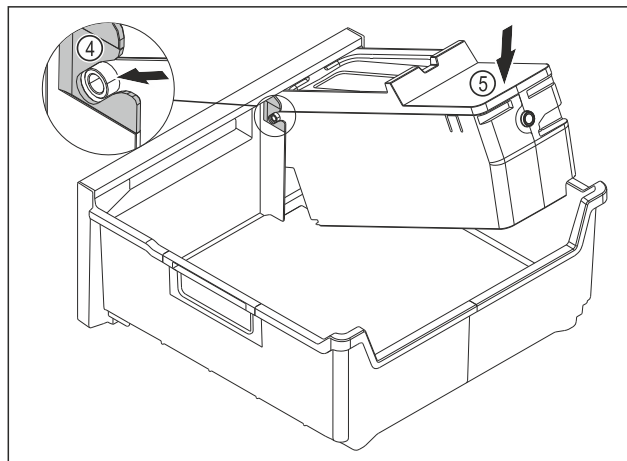

Fig. 201
- EasyTwist-Ice-Korpus montieren: Achsen des EasyTwist-Ice-Korpus in die Führungen Fig. 201 (4) einschieben.
- EasyTwist-Ice-Korpus Fig. 201 (5) hinten nach unten drücken.